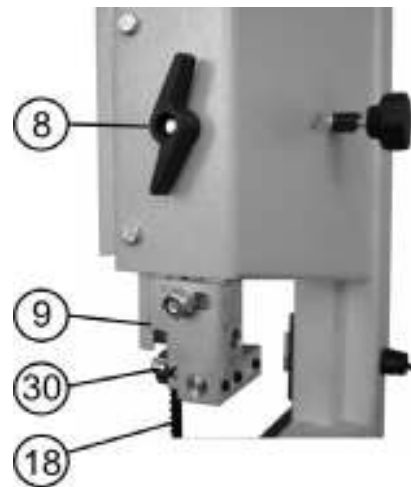

Рис.11
11.6. Регулировка высоты пиления (Рис.11)